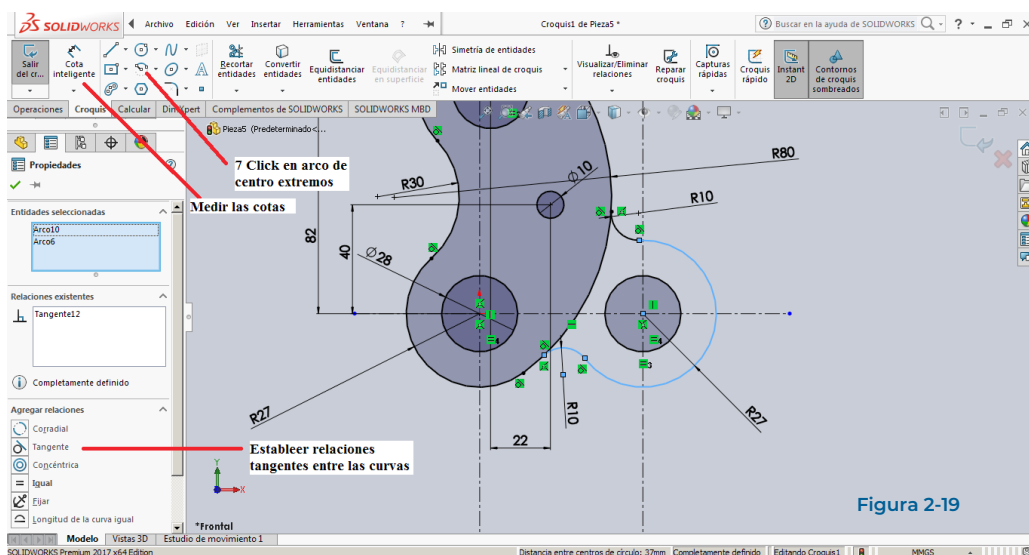

Figura 2-19
7. Para completar la construcción del croquis es necesario definir el mismo para el arco de la derecha para este caso se realiza Click sobre la herramienta **Arco de Centro Extremos** y se definen los parámetros como se muestra en la figura 2-19. Para la construcción adecuada de esta parte es necesario definir las relaciones de tangencia entre los arcos como se muestra en la figura.